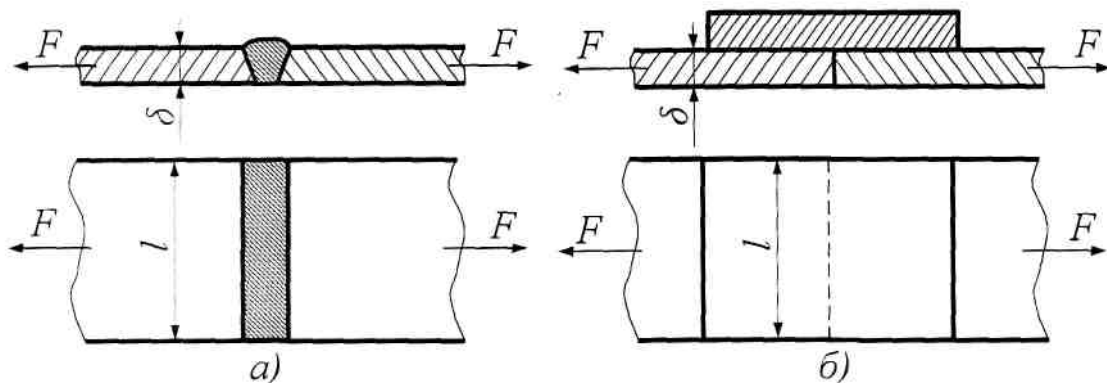

Рисунок 1
Две полосы из стали Ст.3 соединены стыковым швом и нагружены силой F (рисунок 1). Определить допускаемую силу $[F]$, воспринимаемую швами, выполненными по следующим вариантам:
- а) сварка ручная дуговая электродом Э42А (рисунок 1, а);
- б) контактная точечная сварка с накладкой (рисунок 1, б).